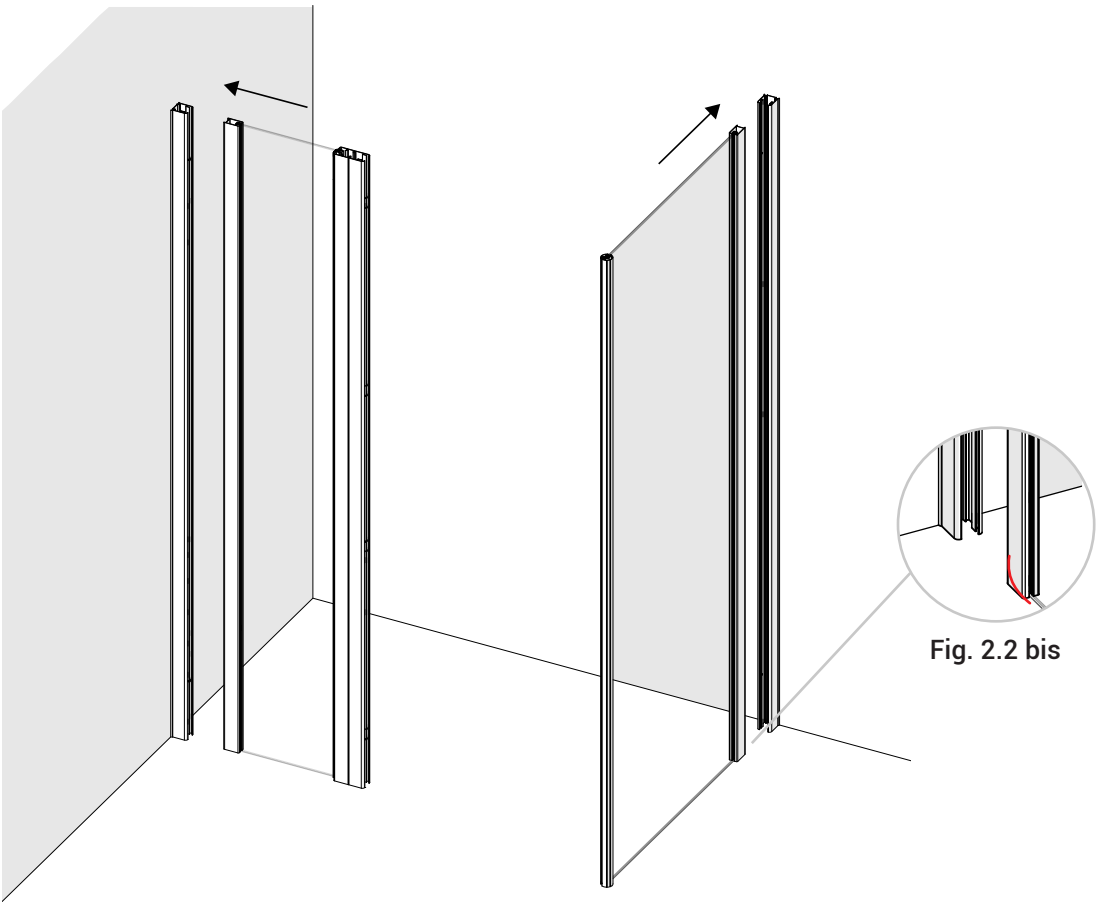

Fig. 2.2
I. Placez le(s) panneau(x) dans le(s) mur(s). Figure 2.2
- Il se peut que le profilé de porte qui glisse dans le profilé mural ait besoin d'être rogné dans son coin arrière pour tenir compte de la courbure du revêtement de sécurité (Fig. 2.2 bis) .